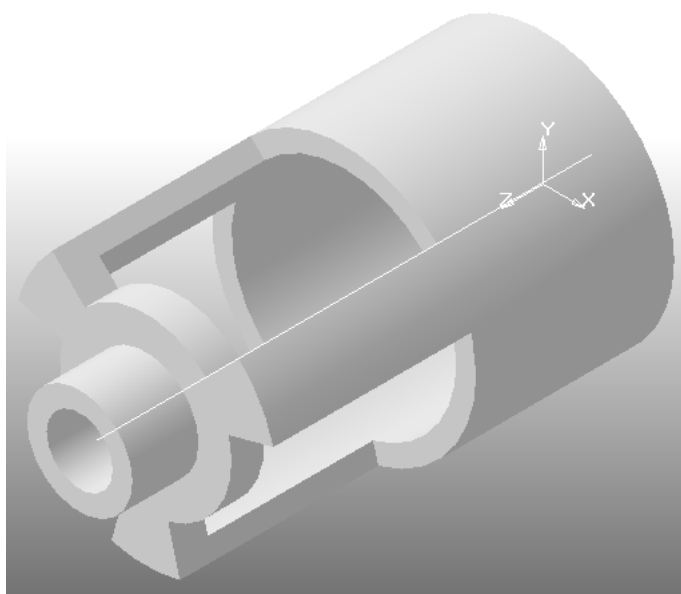

Рис. 33. Окончательный вид детали
- 3.24. Вырежьте полученный эскиз, выбрав кнопку «**Вырезать выдавливанием**»  и в окне диалога выбрать тип направления «**Через все**». В результате получится деталь изображенная на рис. 33.